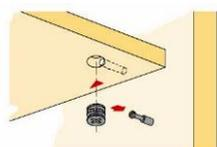

Рис.2 Схема установки эксцентрика
4. Установить болты эксцентриков В на детали 3,4 (см.рис. 2)